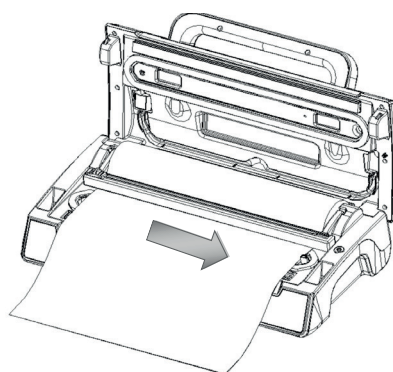

Fig. 4
4. Ta sedan ner ställningen och säkerställ att påsen ligger på rätt plats, dra sedan delaren från den ena sidan till den andra för att skära av påsen. (Fig.4)